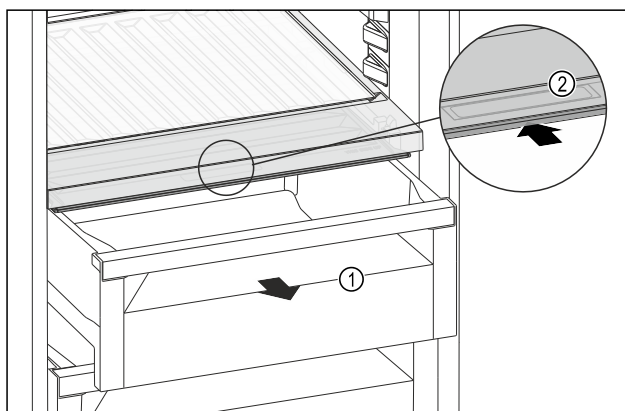

Fig. 123
- ▶ Izvucite ladicu Fig. 123 (1).
- ▶ Primite ručku Fig. 123 (2) na poklopcu pretinca i istodobno povucite poklopac pretinca prema natrag.